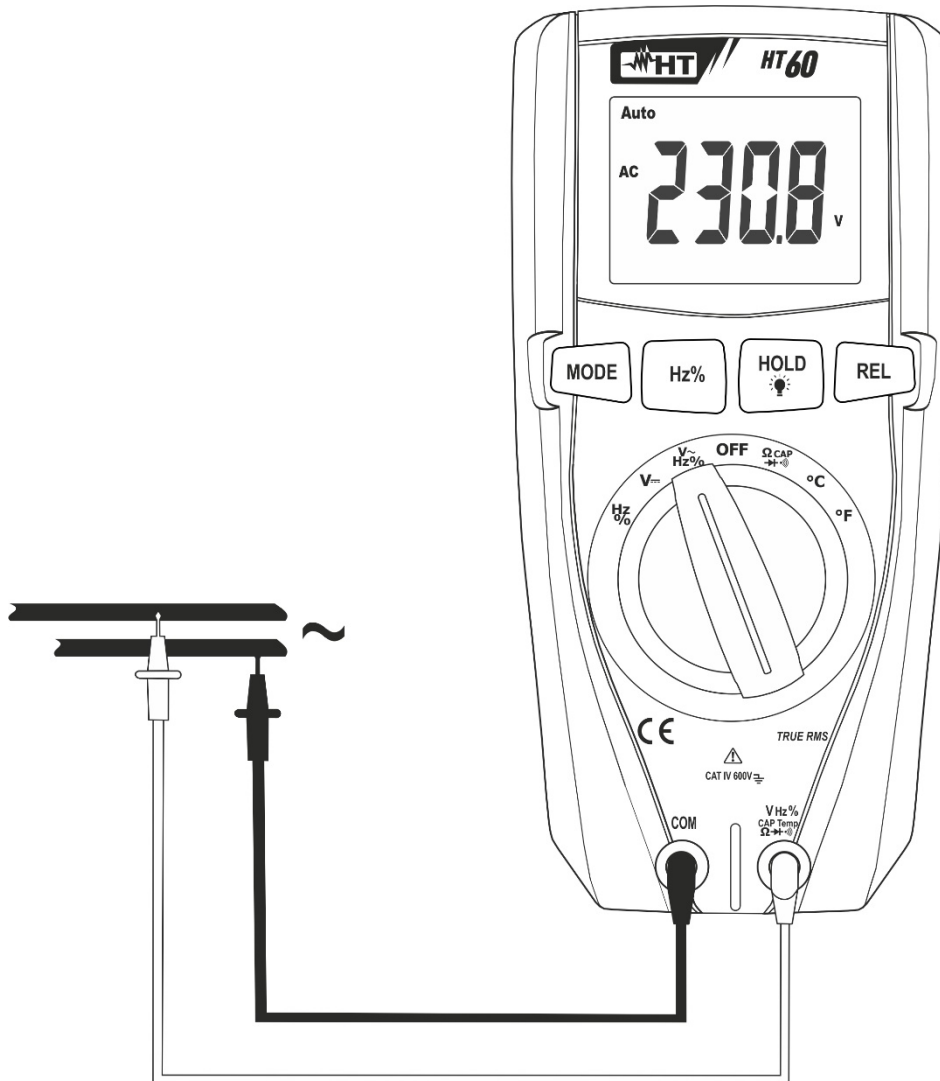

Abb. 3: Verwendung des Gerätes für Wechselspannungsmessung
3. Verbinden Sie die Messleitungen mit den gewünschten Messpunkten des zu messenden Kreises (siehe Fig. 3). Der Spannungswert erscheint auf dem Display.